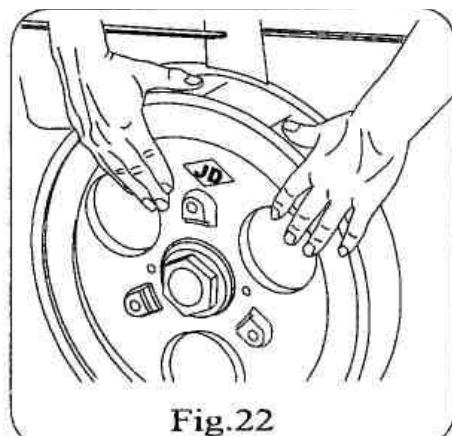

Fig.22
3. Поворачивайте маховик медленно до тех пор, пока топливо не начнет течь из отверстия топливной трубки. Прекратите вращение маховика при совпадении меток (метки на маховике и метки на баке) (рис. 22).